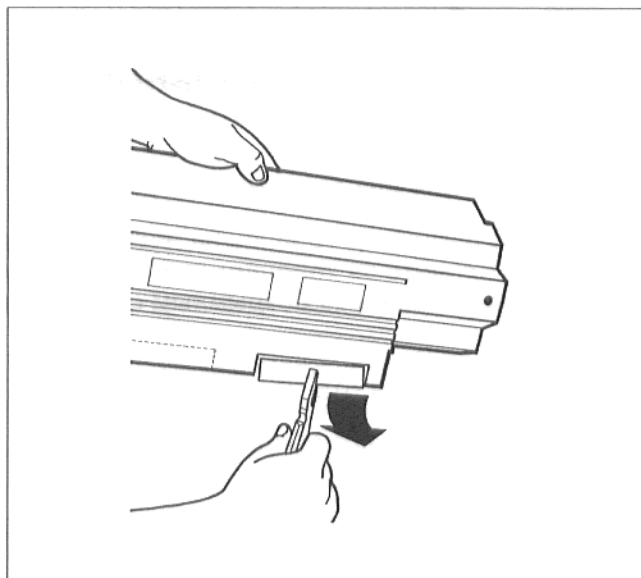

Рис. 50
- Выломать предусмотренные для этого части кабельного ввода в задней стенке (рис. 50).